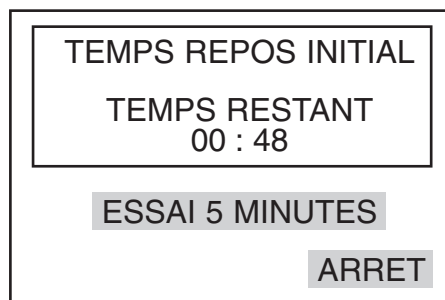

Fig. 5 Exemple d'arrichage du temps de repos initial
1. En appuyant sur la clé "DEPART", l'afficheur apparait comme montré figure 5.
1. En appuyant sur la clé "DEPART" le "TEST 1" est initialisé. L'affichage de l'écran est alors similaire à celui de la figure 5.